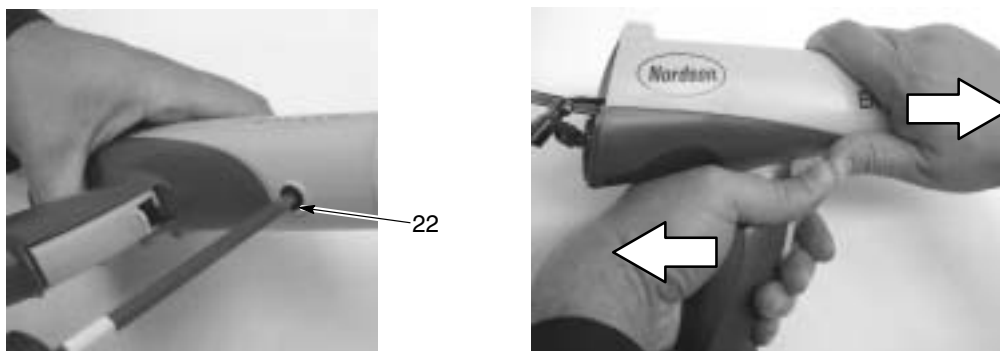

Figura 6-2 Demontarea corpului pistolului de mâner
4. A se vedea Figura 6-2. Scoateți șurubul din plastic negru (22) din corpul pistolului.